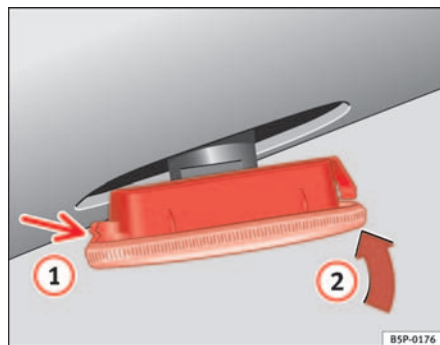

Fig. 186 Indicador de direcção lateral
- Primeiro, coloque o indicador de direcção no orifício da carroçaria, encaixando as patilhas ⇒ fig. 186, seta ①.
- Encaixe a lâmpada tal como indica a seta ② ⇒ fig. 186 ■